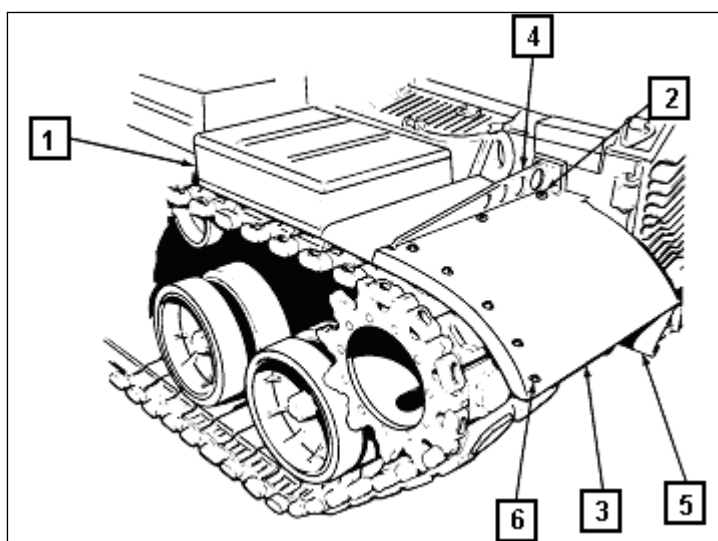

Fig 6-18. Remoção do pára-lama
a. Remoção do pára-lama, conjuntos adjacentes traseiros e lagarta. (Fig 6-18 e 6-19)
(1) remover 2 (dois) parafusos, quatro arruelas, 2 (duas) arruelas-trava e 2 (duas) porcas logo atrás do cofre traseiro (1);
(2) remover o parafuso, 2 (duas) arruelas, arruela-trava e porca localizada logo a frente do cofre traseiro (1);
(3) levantar a tampa do cofre traseiro (1). Do lado da caixa remover quatro parafusos, oito arruelas, quatro arruelas-trava, quatro porcas;
(4) remover 4 (três) porcas e arruelas (2) segurando o pára-lama (3) no seu suporte;
(5) remover 2 (dois) parafusos, 4 (quatro) arruelas e 2 (duas) porcas segurando o escudo (5) no protetor da luz de comboio;
(6) remover 5 (cinco) parafusos, porcas e arruelas (6) do pára-lama (3);
(7) à direita do pára-lama, remover 2 (dois) parafusos, arruelas-trava e porcas-trava (7).
(8) remover o parafuso, 2 (duas) arruelas e porca-trava (8). Remover o suporte (9).
(9) remover a lagarta rebocando o veículo para retaguarda, tomando cuidado com os movimentos da lagarta na fase final do movimento.